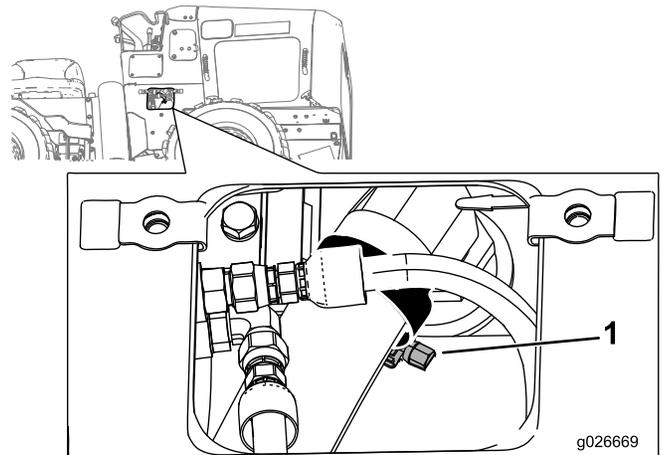

Figura 39
5. Retire la cubierta inferior del lado derecho y afloje la abrazadera que sujeta la manguera de aspiración al depósito hidráulico (Figura 39).